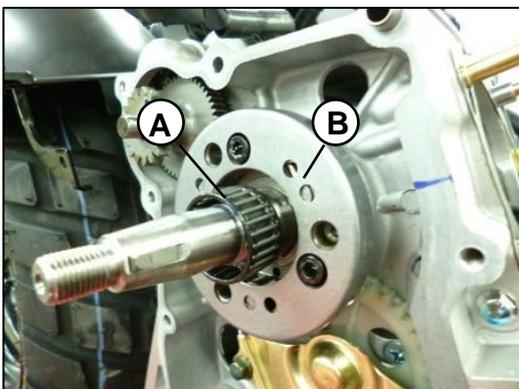

Fig. 11
Retire la canastilla (A) y el clutch de arranque (B). Fig.11